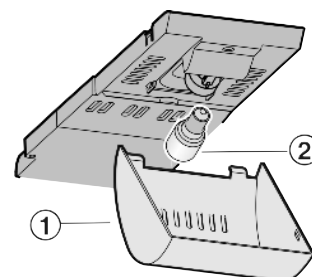

Fig. 15
- Kryt Fig. 15 (1) uchopte vpředu a vzadu vyhákněte.
- Žárovku Fig. 15 (2) vyměňte.
- Kryt Fig. 15 (1) zase nasadte.